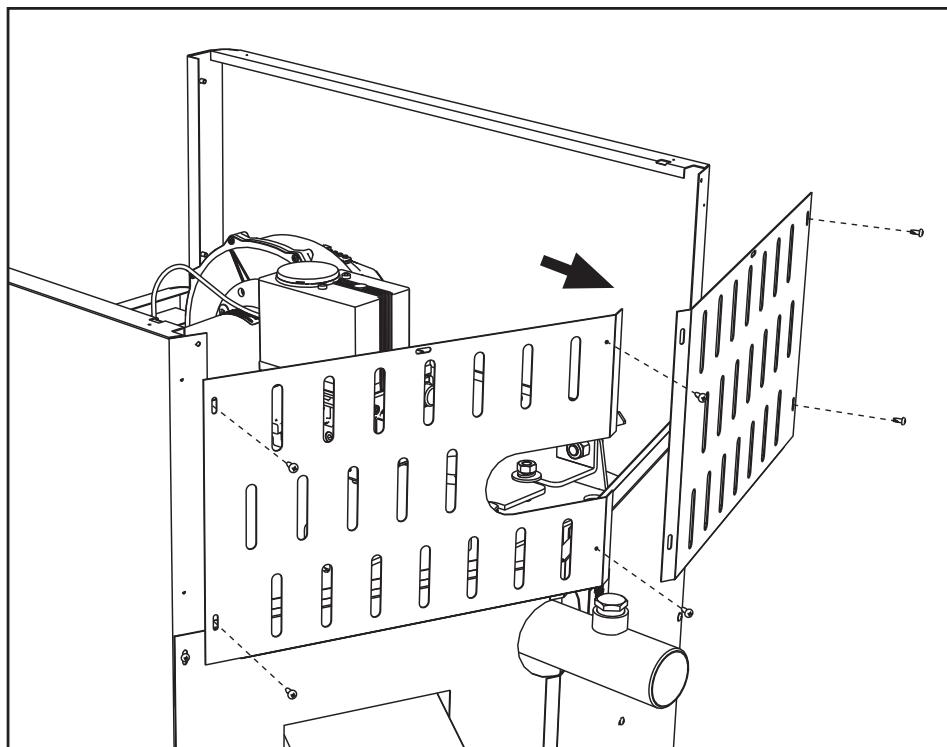

рис. 66
- Снимите задние панели (рис. 66).